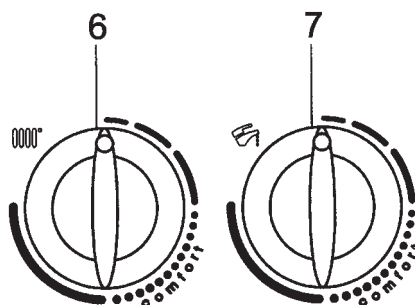

Рис. 21А
- 1) поверните регулятор 6 (рис.1) против часовой стрелки, установив на минимальное значение (см. рис.21А);
- 2) далее сделайте два быстрых последовательных поворота (примерно 1/4 круга) регулятора 6 по часовой стрелке (см. рис.21Б)